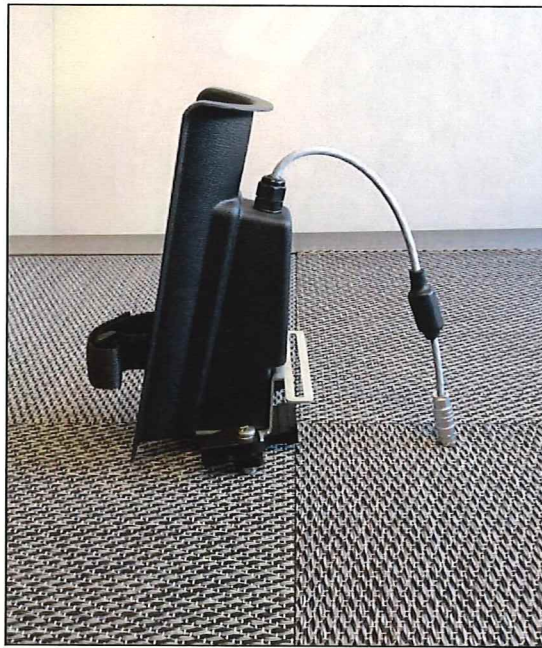

Fig. 4.10 – マーキングスプレーとケーブル
1. マーキングスプレー下部のロックを開にする (Fig. 4.10);